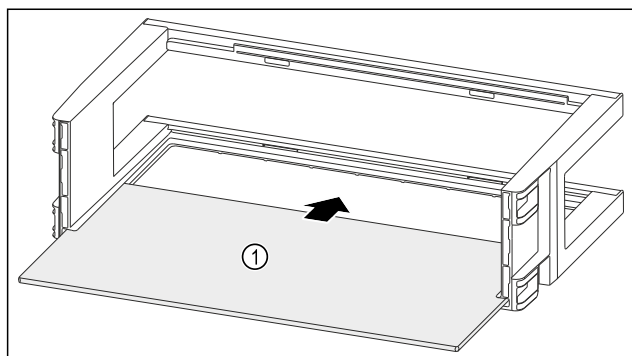

Fig. 125
- Abstellfläche Fig. 125 (1) in die seitlichen Einsparungen einschieben.